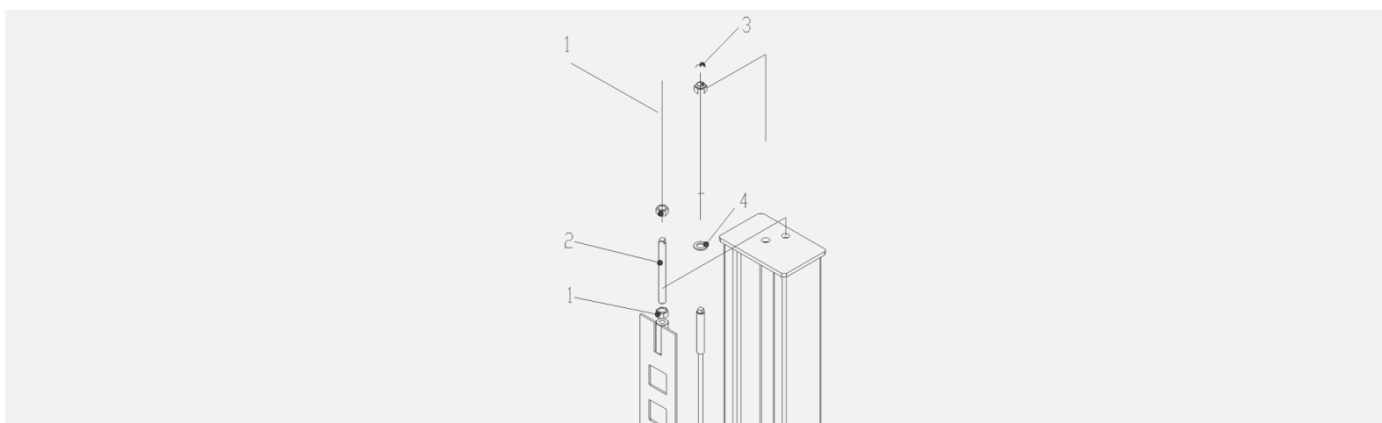

Рисунок 17
4. Установите гайку M20 (1/рисунок 17) на регулировочный стержень (2/рисунок 17).
6. Вставьте трос через отверстие сверху колонны и установите шайбу D.22 (4/рисунок 17) и гайку M22 (3/рисунок 17)